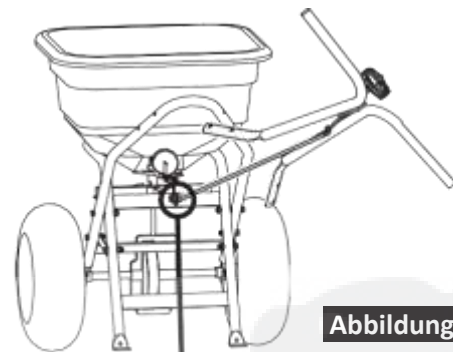

Abbildung 9
9. Drehen Sie die Handgriffkonstruktion zur Seite und befestigen Sie das Verbindungsstück im Dosierungsrasterhebel, wie in Abbildung 9 angezeigt.